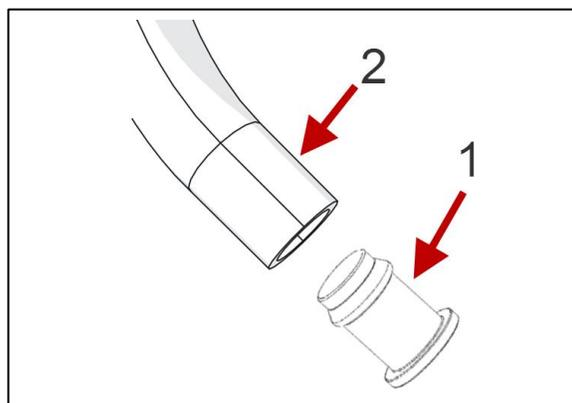

FIGURE 13
- Insérer le bouchon de boyau #400647 (item 1, Figure 13) dans le boyau déconnecté de l'étape 15 (item 2, Figure 13).